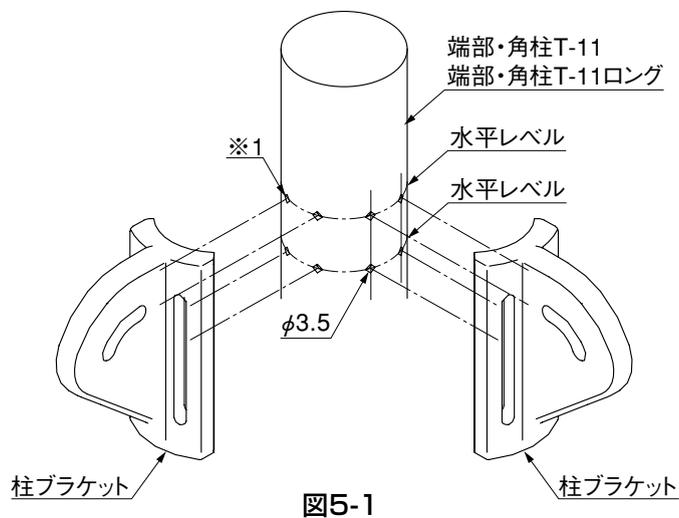

図5-1
- 1 すでにあいている穴（※1）と水平レベルを合わせて、 $\phi 3.5$ を4ヶ所にあけてください。（図5-1参照）